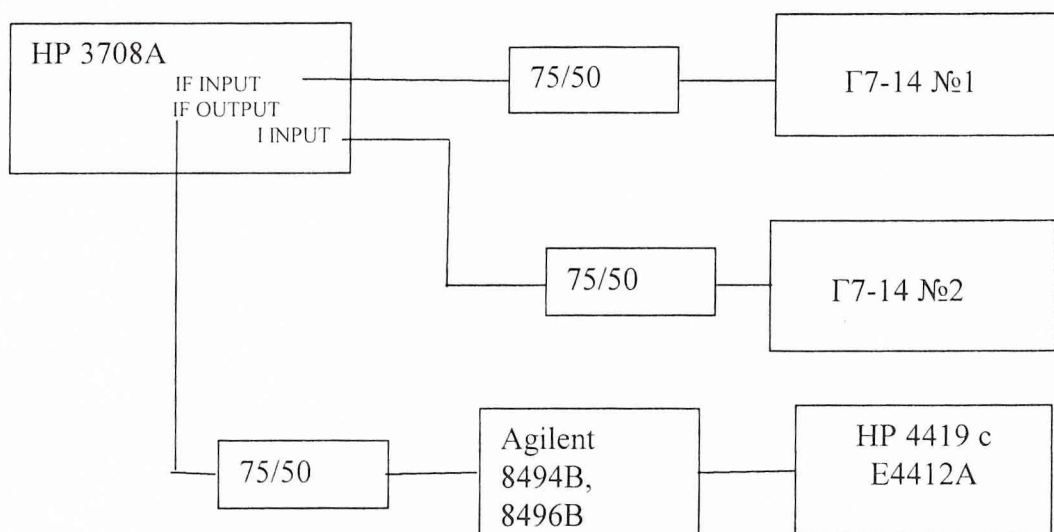

Рис. 7
12. Собрать схему согласно рис. 7.